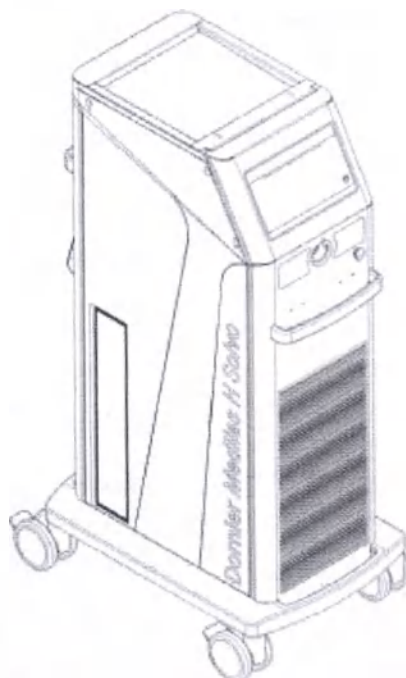

Рисунок 1 - Рабочее положение
1. Установите прибор Dornier Medilas H Solvo в рабочее положение так, как показано на Рисунок 1.